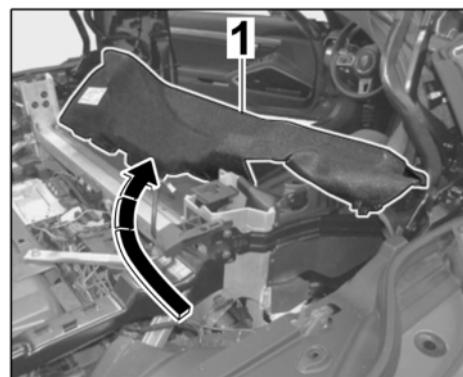

Bild 7
- 1.6.7 Verkleidung Verdeckablage seitlich rechts ⇒ *Bild 7 -1-* lösen und zur Seite legen ⇒ *Bild 7 -Pfeil-*.